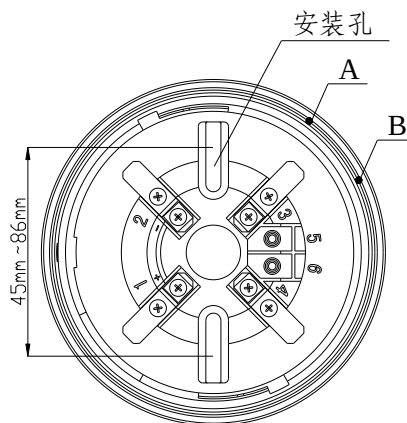

图 3 警报器端子示意图
5. （参照图 3）将上盖凸棱对准警报器 A 处凸棱，顺时针旋转至 B 处凸棱即可安装好上盖；若警报器作为底座使用时，取下上盖，将探测器安装在警报器上，安装方式与上盖相同。
6. 警报器端子示意图如图 3 所示。